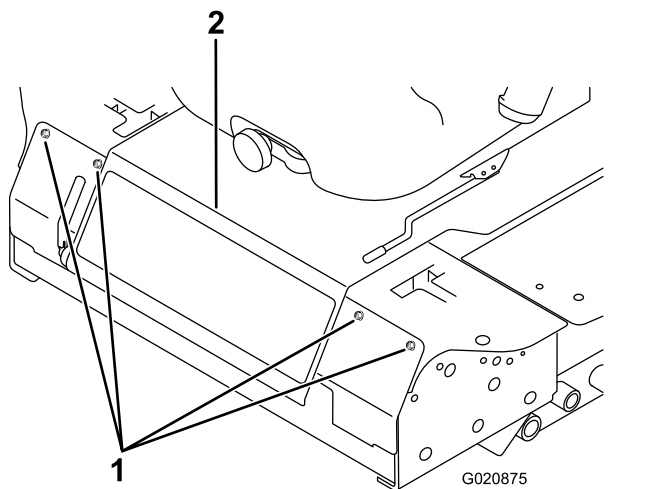

Figure 59
2. Retirez les boulons de fixation du panneau avant et déposez le panneau (Figure 59).